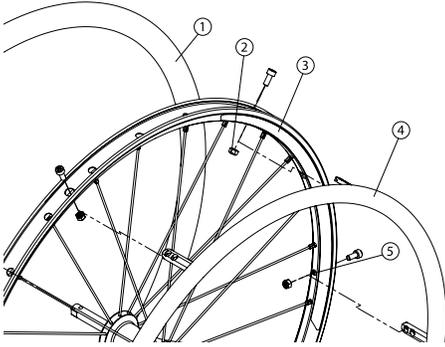

Fig. 34
- Usate uno strumento di rimozione in plastica per rimuovere la gomma (1) (Fig. 34).
- Rimuovete tutti i dadi (2) dentro l'anello (3).
- Sostituite l'anello corrimano (4) con uno nuovo e allineate i fori di montaggio (5).